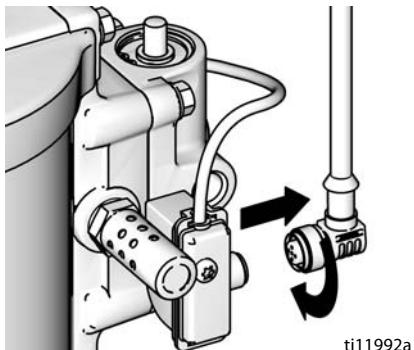

Рис. 11. Отсоединение модуля DataTrak
1. Отвинтите кабель от задней поверхности блока язычкового переключателя. См. Рис. 11.